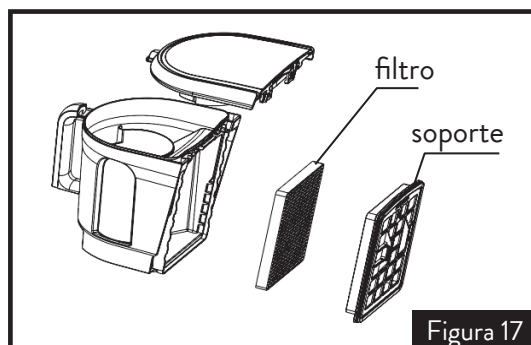

Figura 17
4. Remueva el soporte del filtro HEPA según la figura 17.